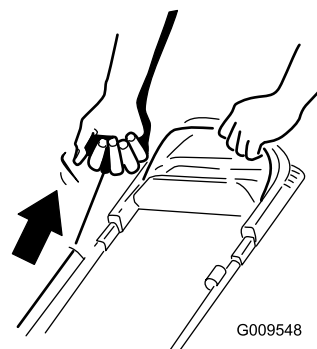

Figuur 17
1. Houd de bedieningsstang van het maaiemes tegen de handgreep (Figuur 17).